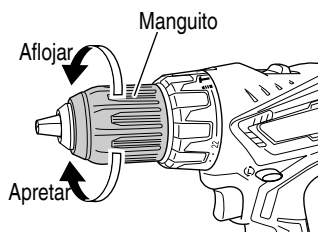

Fig. 9
- (1) Luego de colocar la punta del destornillador en el mandril sin llave, ajuste con firmeza el manguito girándolo hacia la derecha (visto desde el frente) (Consulte la Fig. 9).